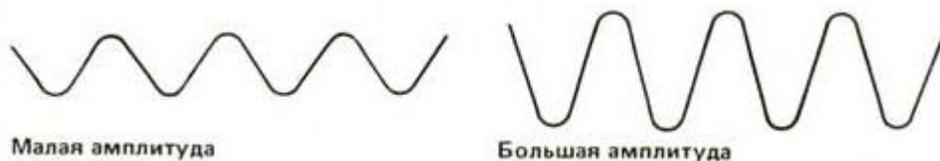

Рис. 3.
- Амплитуда колебаний в звуковой волне (рис. 3). Она характеризует громкость звука. Измеряется в дБ (децибелах).